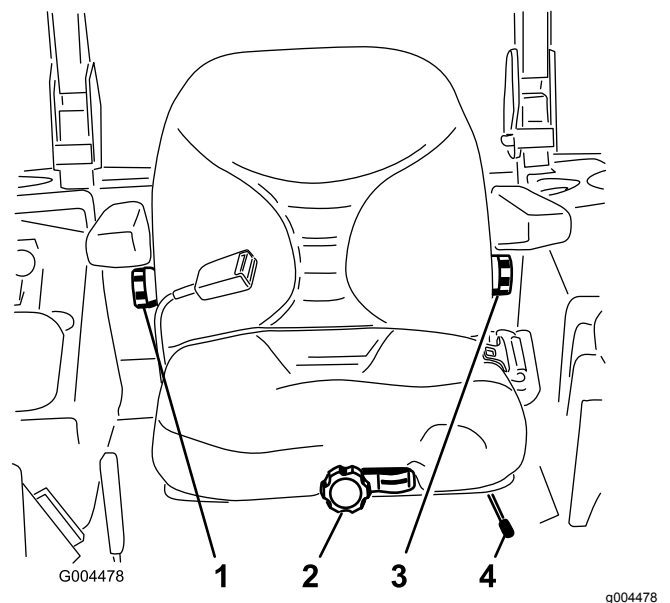

Figura 43
1. Mueva la palanca lateralmente para desbloquear el asiento (Figura 43).
Sin sentarse en el asiento, gire el pomo situado en la parte delantera en cualquier sentido hasta encontrar la posición más cómoda (Figura 43).
Para ajustarlo, gire el pomo situado debajo del reposabrazos derecho en cualquier sentido hasta encontrar la posición más cómoda (Figura 43).
Para ajustarlo, gire el pomo situado debajo del reposabrazos izquierdo en cualquier sentido hasta encontrar la posición más cómoda (Figura 43).